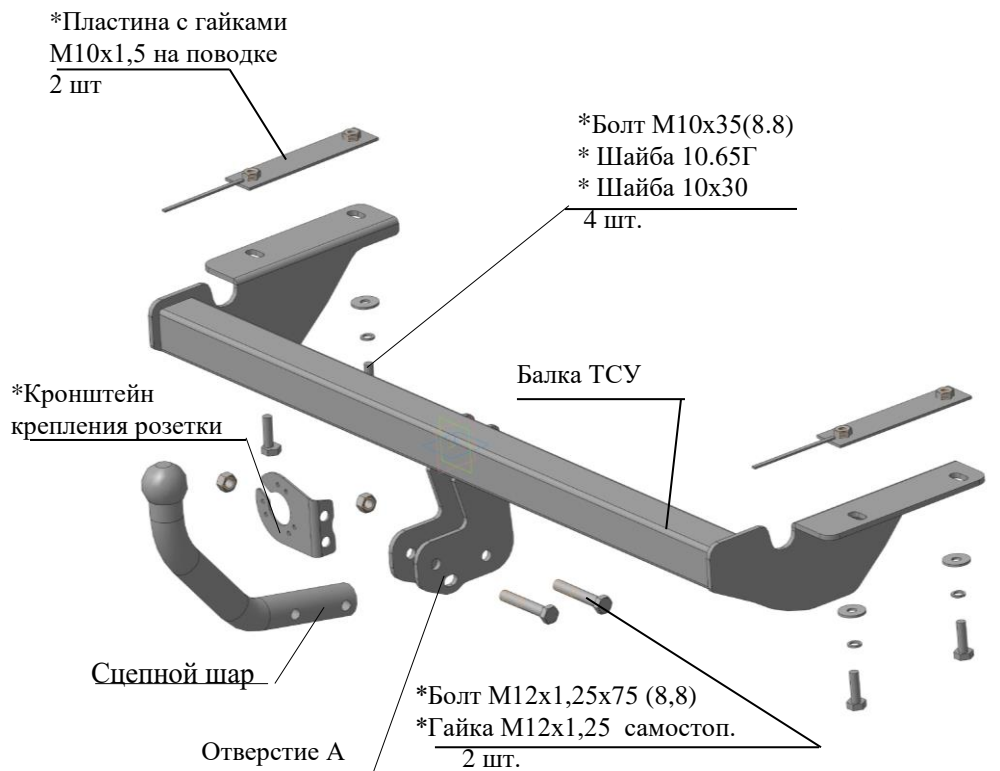

Рис.1 Тягово-сцепное устройство ТСУ 2180.01.
2.1 ТСУ 2180.01 в сборе (рис.1)	1 шт.
2.2 Пакет с комплектующими (см. рис.1) Защитный колпак	1 шт. 1 шт.
4.3 Закрепить левый и правый боковые кронштейны ТСУ (соответственно рис.1) к нижним полкам лонжеронов а/м болтами М10х35, вставив внутрь лонжеронов пластины с гайками на поводке, и подложив под головки болтов шайбы 10.65.Г и шайбы 10х30. Крепеж не затягивать.